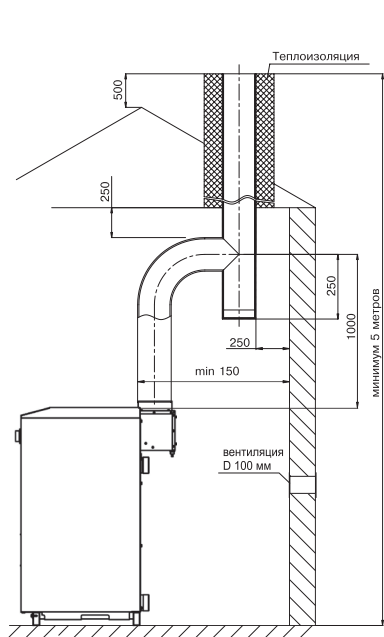

Рис. 4.
- 6.9. Устройство дымоход , к которому подключ ется пп р т отопительный, должно соответствов ть СП42-101-2003 «Общие положения по проектиров нию и строительству г зор спредельительных систем» (см. рис. 4).